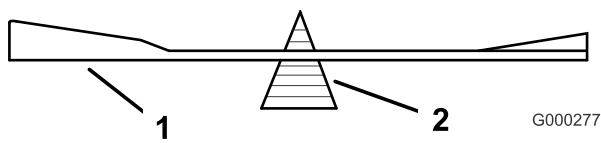

Figure 53
2. Vérifiez l'équilibre de la lame en la plaçant sur un équilibreur (Figure 53). Si la lame reste horizontale, elle est équilibrée et peut être utilisée. Si la lame est déséquilibrée, limez un peu l'extrémité de la partie relevée seulement (Figure 53). Répétez la procédure jusqu'à ce que la lame soit équilibrée.
**Important:** Pour obtenir une coupe correcte, la partie relevée de la lame doit être tournée vers le haut et dirigée vers l'intérieur du plateau de coupe (Figure 53).
1. Posez la lame, le renfort, la rondelle bombée et le boulon de lame sur l'axe (Figure 53).